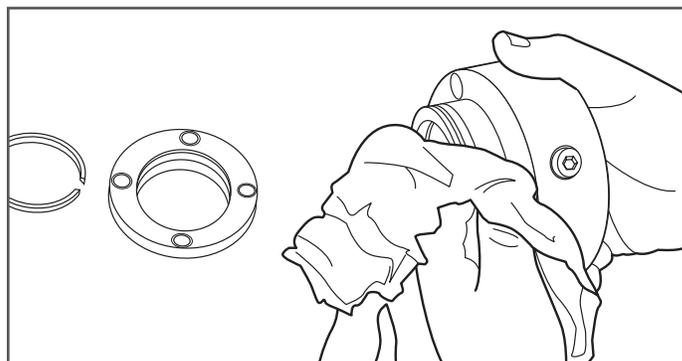

Figure 9-2
2. Avant de rattacher le raccord DoubleTrac®, essayez soigneusement tous les composants du raccord (Figure 9-2).